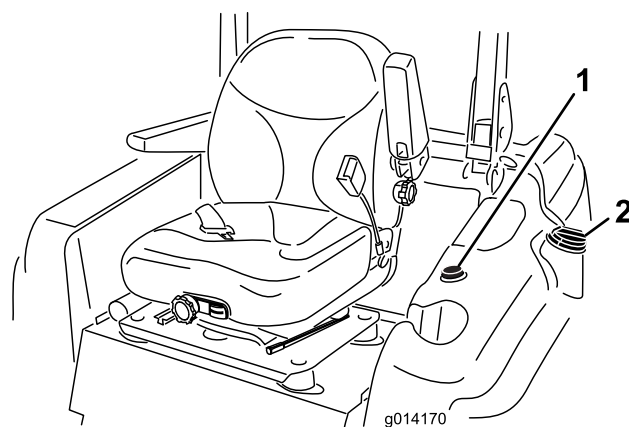

Figure 11
3. Nettoyez la surface autour du bouchon du réservoir de carburant et enlevez le bouchon (Figure 11).